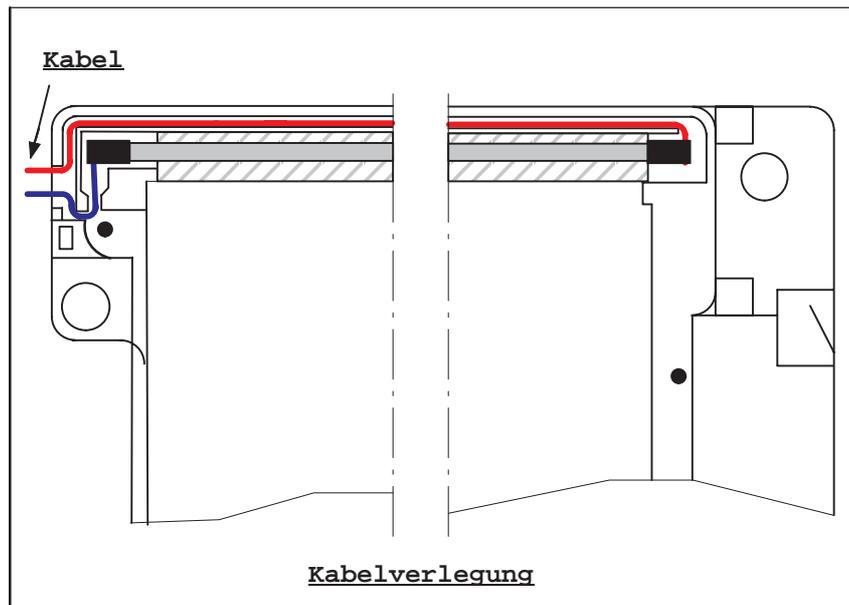

Bild 1-9 Position der Röhrenkabel
- Die Kabel der Röhre müssen in den dafür vorgesehenen Rillen zu liegen kommen (siehe dazu Bild 1-9).